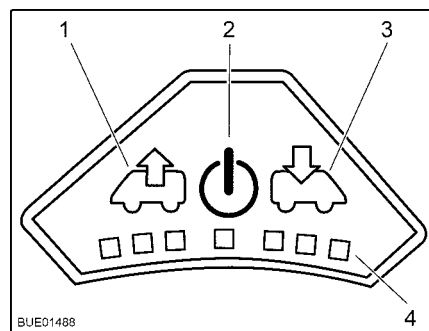

Fig. 116 Quadro comandi del ventilatore
- Premere il tasto On/Off (Fig. 116,2). Il ventilatore funziona in modalità comfort (sfiato al numero di giri minimi del ventilatore).
- Per aumentare il numero di giri del ventilatore: Premere il tasto Sfiato (Fig. 116,1). Il numero di giri del ventilatore aumenta di uno stadio in direzione sfiato. I LED (Fig. 116,4) indicano gli stadi di commutazione.
- Per ridurre il numero di giri del ventilatore: Premere il tasto Aerazione (Fig. 116,3). Il numero di giri del ventilatore si riduce di uno stadio.
- Per aumentare il numero di giri del ventilatore: Premere il tasto Aerazione (Fig. 116,3). Il numero di giri del ventilatore aumenta di uno stadio in direzione aerazione. I LED (Fig. 116,4) indicano gli stadi di commutazione.
- Per ridurre il numero di giri del ventilatore: Premere il tasto Sfiato (Fig. 116,1). Il numero di giri del ventilatore si riduce di uno stadio.
- Premere il tasto On/Off (Fig. 116,2). Il ventilatore si ferma, i LED si spengono.